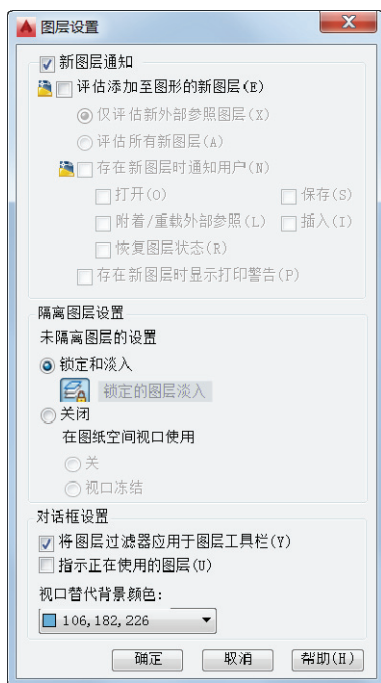

图 6-4 “图层设置”对话框
(10) 状态行: 显示当前过滤器的名称、列表视图中显示的图层数和图形中的图层数。
(13) “设置”按钮 : 单击此按钮, 弹出图 6-4 所示的“图层设置”对话框, 从中可以设置新图层通知设置、是否将图层过滤器更改应用于“图层”工具栏以及更改图层特性替代的背景色。
(14) 树状图(左窗格): 以树状图的形式显示图形中图层和过滤器的层次结构列表。选